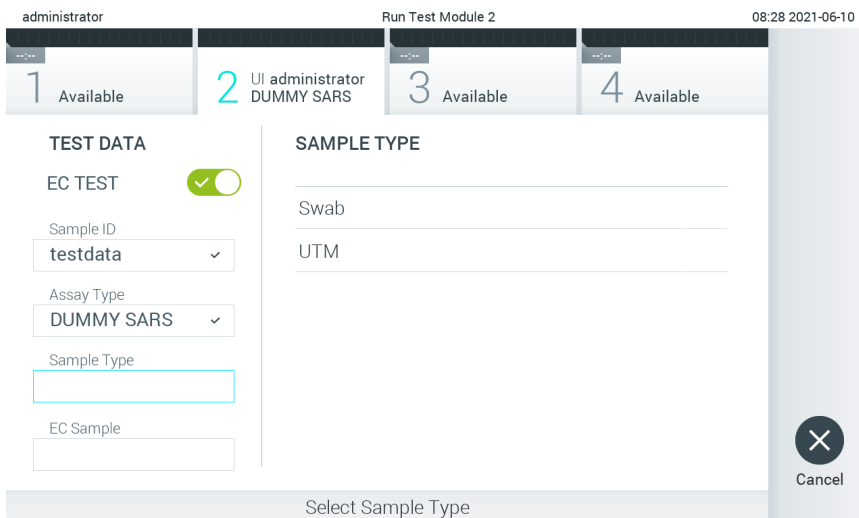

Figure 91. Choisir un type d'échantillon.
5. Si nécessaire, sélectionnez le type d'échantillon approprié dans la liste (figure 91).